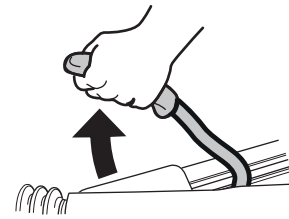

Fig. 8
- ▶ Inserire il freno a mano e/o bloccare gli pneumatici con cunei (Fig. 8).